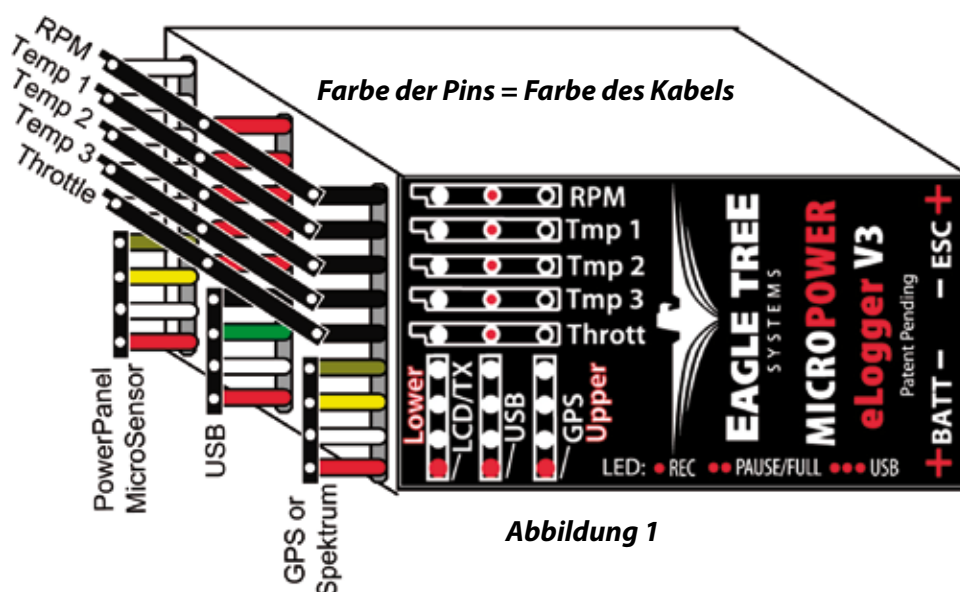

Abbildung 1
Verbinden Sie jeden Temperatursensor wie in **Abbildung 1** gezeigt mit dem eLogger.
**Wenn Sie all diese Schritte ausgeführt haben**, schließen Sie den Drehzahlsensor mit seinem Steckverbinder wie in **Abbildung 1** gezeigt an den eLogger an. Falls eine Verlängerung des Sensorkabels nötig ist, können Sie dazu ein Standard „Futuba“ Servokabel verwenden.
Stellen Sie sicher, dass Sie das USB Kabel korrekt auf den entsprechenden Steckverbinder des eLoggers aufschieben (wie in Abbildung 1 ersichtlich). Bei erstmaliger Durchführung der Aktion wird je nach verwendeter Windows Version etwas anderes geschehen: